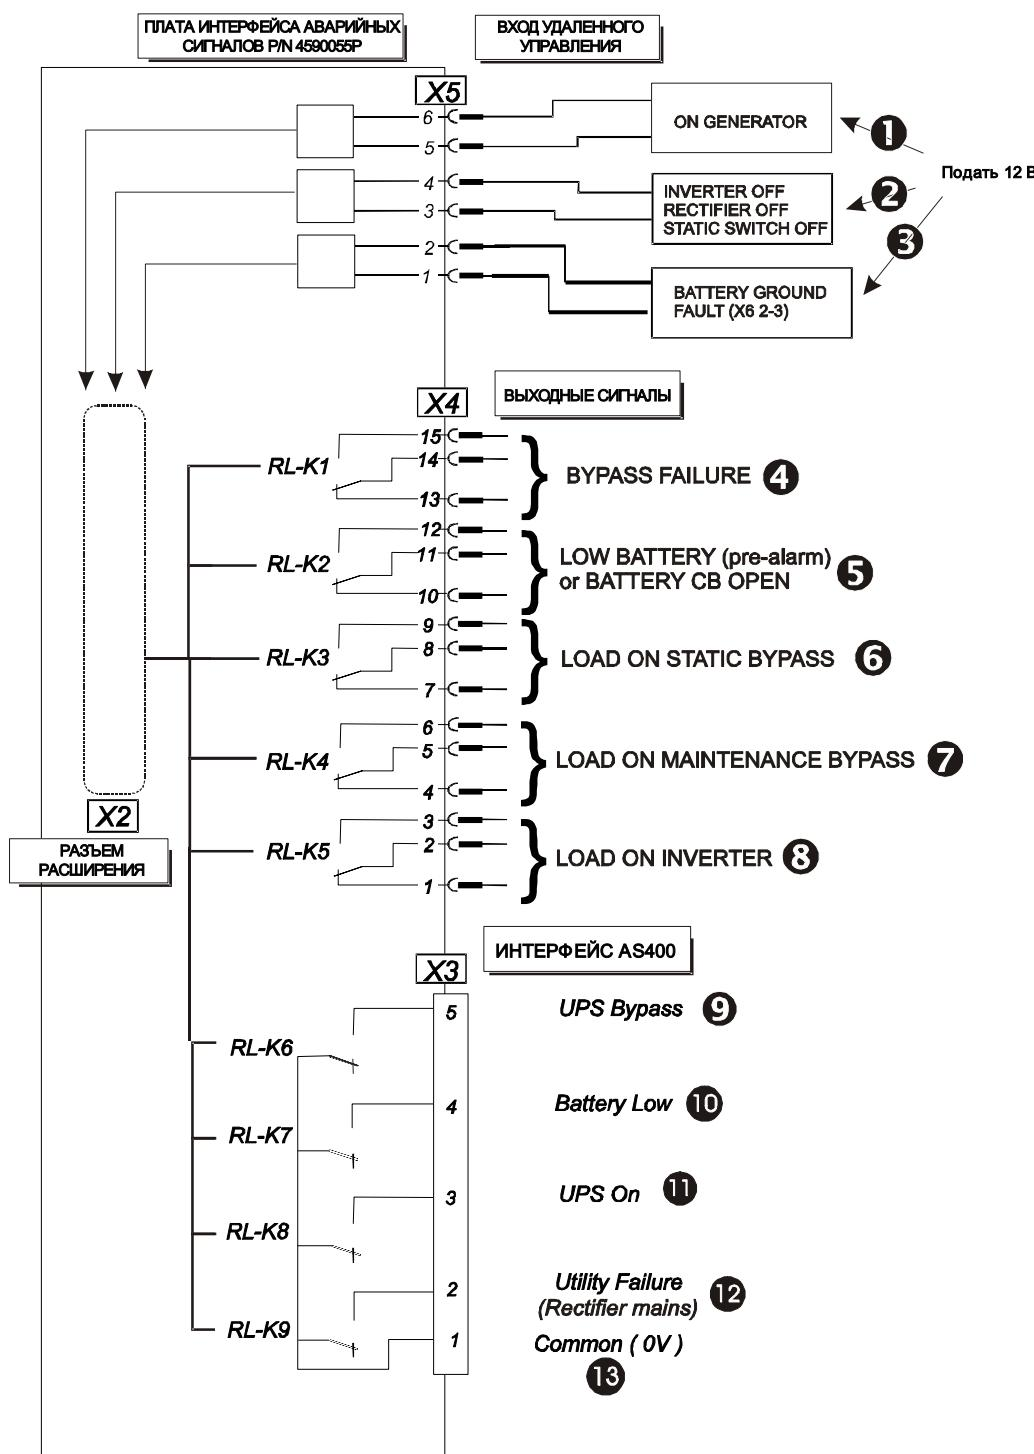

Рисунок 12.2 – Плата интерфейса аварийных сигналов AS400 (P/N 4590055P)
- 1) Удаленное управление осуществляется путем подачи сигналов управления (12 В пост. или перм. тока) к клеммному разъему X5, как показано на Рис. 12-2.